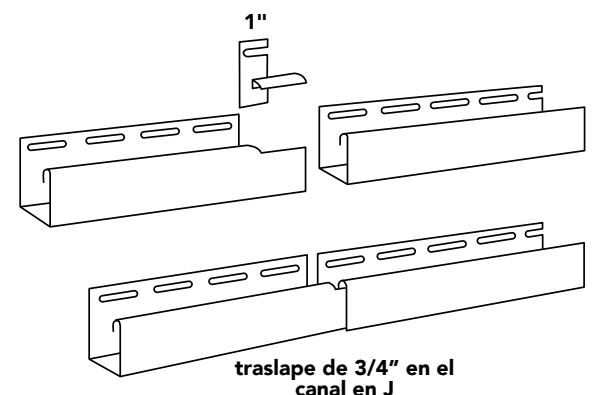

Figura 34
- Traslape el canal en J (colocando la pieza superior sobre la pieza inferior) si es necesario usar más de una pieza (Figura 34).
- Si se requiere más de un tramo de canal en J para cubrir la superficie de la pared, asegúrese de traslapar 3/4" (19 mm) los canales en J. (Figura 34)